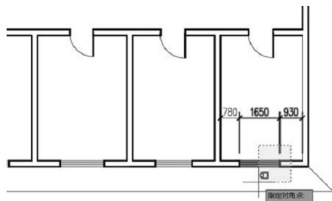

图 2.142 向右拉伸窗洞时选择对象的方法
(2) 用同样的方法使窗洞口右侧墙段向右缩短150mm。这样窗洞口则由1500mm变成1800mm,但应注意,选择拉伸对象的方法应如图2.142所示。